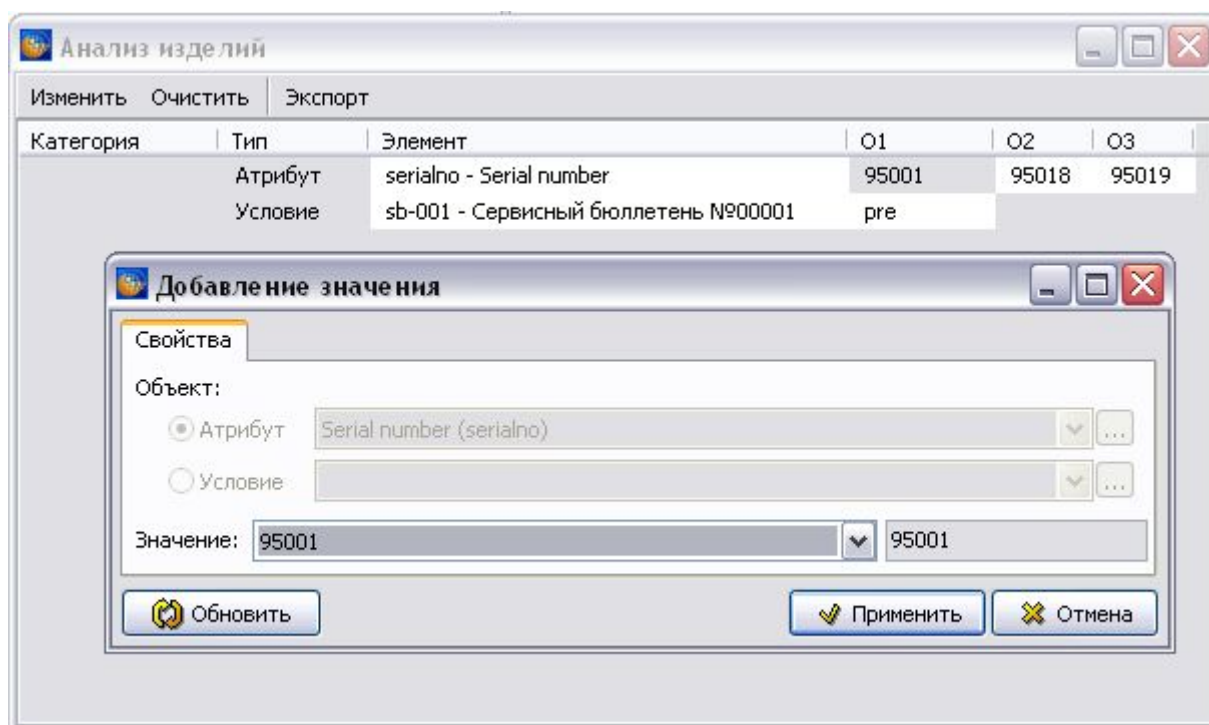

Рис. 2.163
3. Для изменения конкретного значения атрибута/условия в окне **Анализ изделий** выделите значение атрибута/условия и нажмите на кнопку **Изменить**. В окне **Добавление значения** измените значение атрибута/условия и нажмите на кнопку **Применить** (Рис. 2.163).